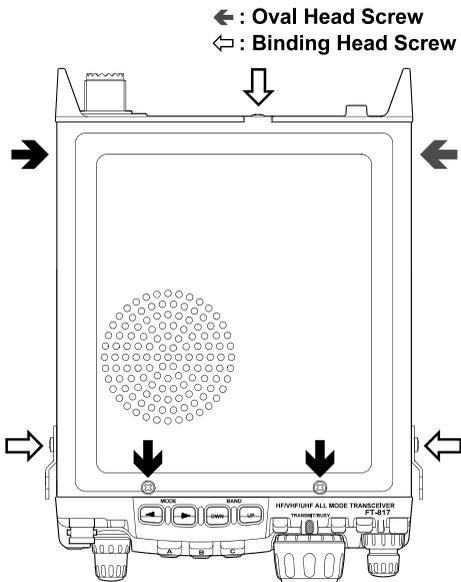

Figure 1
2. En se reportant à la figure 1, enlever la bretelle de transport et ses deux vis situées de chaque cotés du transceiver, puis enlever les cinq vis fixant la partie supérieure du boîtier du transceiver, et enlever cette partie du boîtier; débrancher le connecteur du haut-parleur quand vous enlever le boîtier.
2. En se reportant à la figure 1, enlever la bretelle de transport et ses deux vis situées de chaque côté du transceiver, puis enlever les cinq vis fixant la partie supérieure du boîtier du transceiver, et enlever cette partie du boîtier; débrancher le connecteur du haut-parleur quand vous enlever le boîtier.